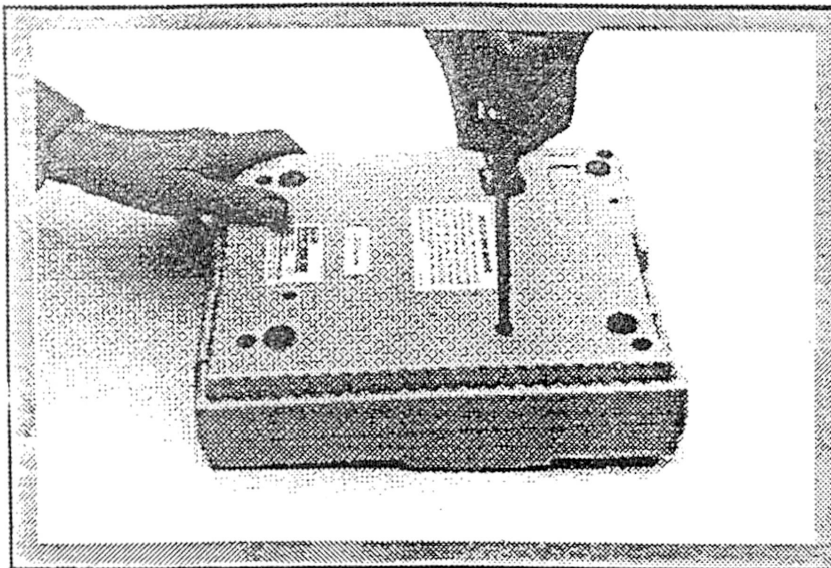
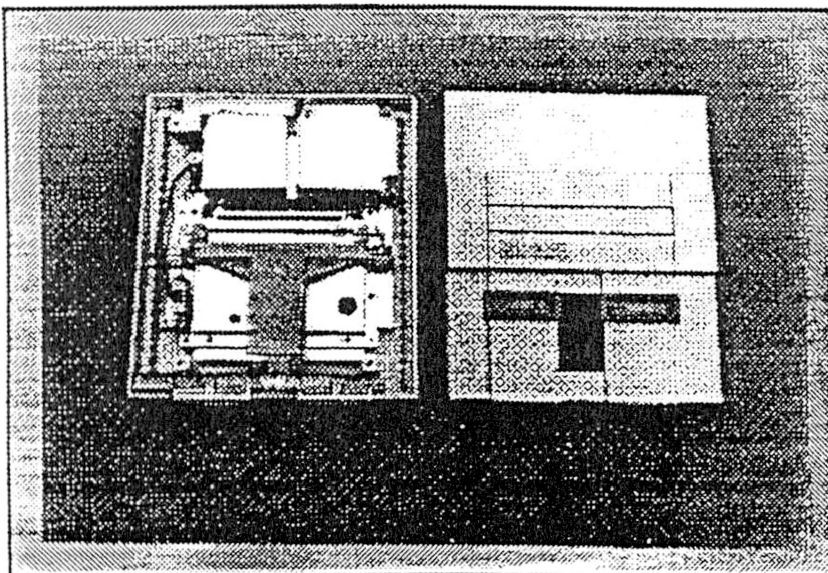

Fig. 2
Fig. 3
1. **Remoção do Gabinete Superior:** Antes de desmontar: Ligue (ON) a fonte de alimentação do Console, com o Adaptador de AC desconectado, para **descarregar o capacitor C67** (Esse capacitor, como se sabe, se descarrega durante a manutenção, causando danos aos componentes). Ponha a unidade de ponta-cabeça, de forma que o gabinete inferior esteja voltado para cima. Utilize a ponta maior da chave de fenda LH, remova os seis (6) parafusos de segurança do gabinete (Fig. 2). Vire a unidade e remova o gabinete superior (Fig. 3).